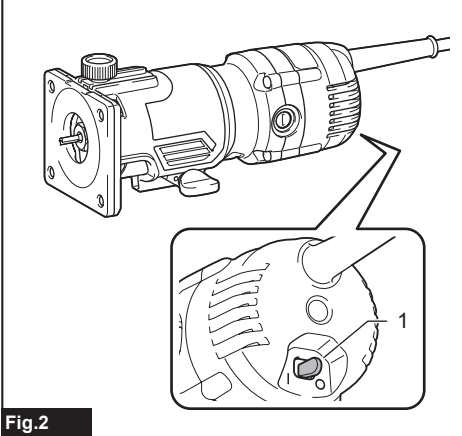

Fig. 2
► **Рис.2:** 1. Рычаг переключателя